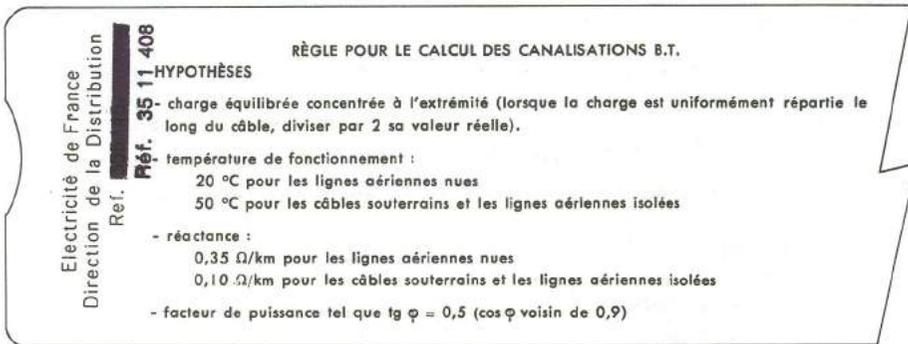

Figure 3
- Un texte (figure 3) rappelant les hypothèses retenues pour l'établissement de la règle.